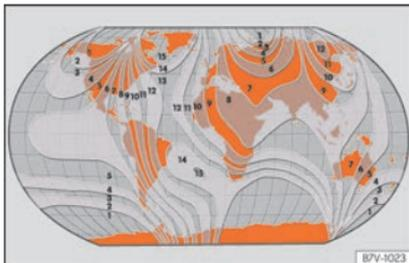

Fig. 121 Zonas magnéticas.
- Selecionar a zona magnética correspondente à localização do veículo »» **Fig. 121**.